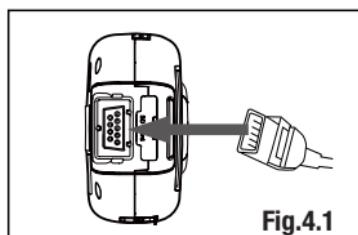

Fig.4.1
2. Insérer la sonde SpO₂ dans la prise de sonde (se référer à la Fig.4.1). Si la sonde SpO₂ est déconnectée de l'unité, un message « Sonde déconnectée » s'affichera dans la barre de statut au coin supérieur gauche de l'écran d'affichage